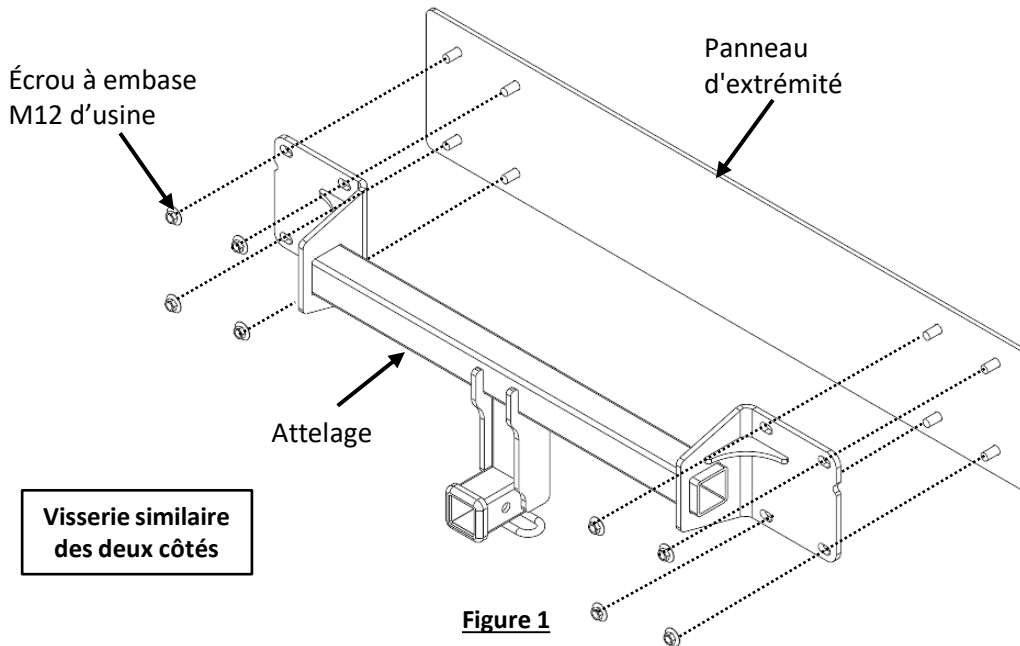

Figure 1
2. **Retirer la poutre de pare-chocs** – À l'aide d'une douille 18 mm, retirer quatre (4) écrous à embase M12 des boulons de la poutre de pare-chocs sur le panneau d'extrémité, chaque côté. Retirer la poutre de pare-chocs et la remettre au propriétaire du véhicule.
3. **Installer l'attelage** – Soulever l'attelage en position en alignant les trous sur les goujons du panneau d'extrémité. Installer lâchement huit (8) écrous à embase M12 d'usine sur l'attelage, voir Figure 1.
3. Installer l'attelage– Soulever l'attelage en position en alignant les trous sur les goujons du panneau d'extrémité. Installer lâchement huit (8) écrous à embase M12 d'usine sur l'attelage, voir **Figure 1**.